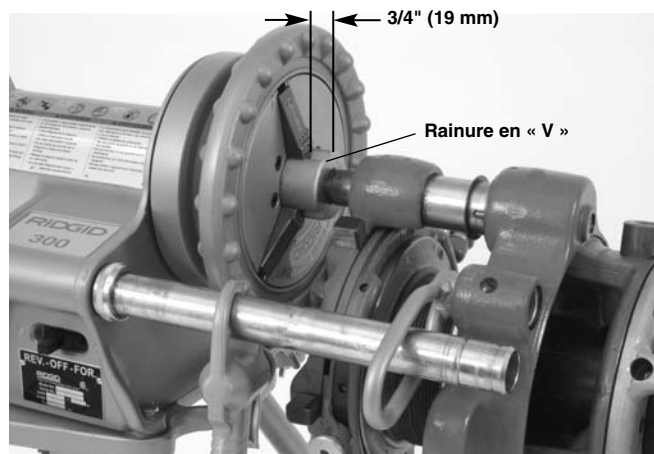

Figure 12 – Positionnement de la barre d'entraînement pour permettre la lubrification
2. Prévoyez les moyens nécessaires pour soulever la fileteuse démultipliée et l'engager sur l'extrémité du tuyau avec l'une des mâchoires de la bride de maintien en haut. La manutention manuelle de l'appareil nécessite l'intervention d'au moins deux individus utilisant les poignées de manutention. Sachez que la 141 pèse 93 livres (42 kg) et que la 161 en pèse 158 (72 kg). La barre d'entraînement doit saillir du mandrin d'environ $\frac{3}{4}$ " (19 mm) pour permettre la lubrification (*Figure 12*). Serrez à fond les mâchoires du mandrin sur les trois rainures en « V » de la tête de la barre d'entraînement. Refermez la tête de centrage arrière sur la barre d'entraînement. Vérifiez le bon assemblage et la parfaite stabilité de la fileteuse démultipliée et du système d'entraînement.
3. Prévoyez les moyens nécessaires pour soulever la fileteuse démultipliée et l'engager sur l'extrémité du tuyau avec l'une des mâchoires de la bride de maintien en haut. La manutention manuelle de l'appareil nécessite l'intervention d'au moins deux individus utilisant les poignées de manutention. Sachez que la 141 pèse 93 livres (42 kg) et que la 161 en pèse 158 (72 kg). La barre d'entraînement doit saillir du mandrin d'environ 3/4" (19 mm) pour permettre la lubrification (Figure 12). Serrez à fond les mâchoires du mandrin sur les trois rainures en « V » de la tête de la barre d'entraînement. Refermez la tête de centrage arrière sur la barre d'entraînement. Vérifiez le bon assemblage et la parfaite stabilité de la fileteuse démultipliée et du système d'entraînement.